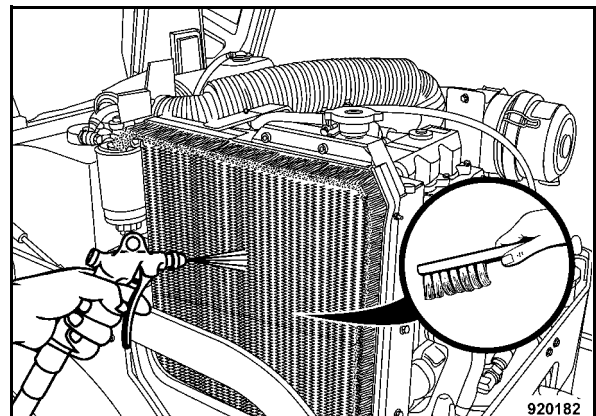

Fig. 100
- Limpiar soplando el lado del aire de entrada del radiador del aceite hidráulico (Fig. 100).